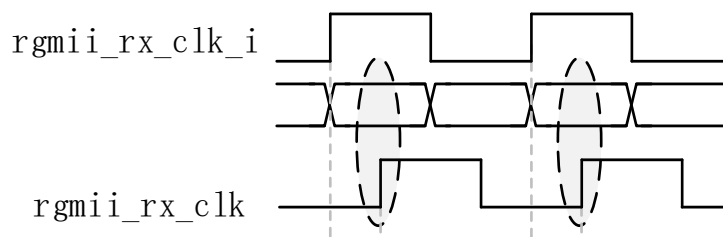

图 1-2 采集数据波形图
1、mmcm 模块：锁相环模块，将 rgmii 接口时钟信号 `rgmii_rx_clk_i` 偏移  $90^\circ$  得到 `rgmii_rx_clk` 时钟信号，这样做是为了在时钟信号的上升沿/下降沿取数据时，取得数据刚好是数据信号 `rgmii_rxd` 的正中间，使得采样的数据处于最稳定的状态，如下图 1-2 所示。